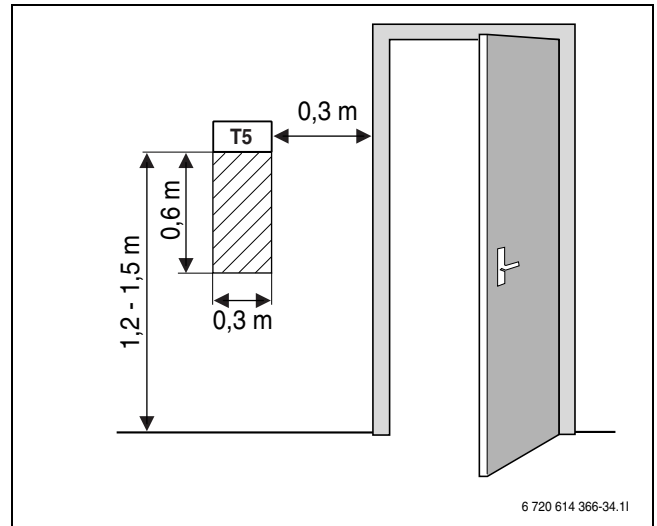

Bild 15 Empfohlener Montageort für CANbus-LCD-Raumtemperaturfühler
- Ungehinderte Zirkulation der Raumluft unter dem CANbus-LCD-Raumtemperaturfühler (schraffierte Fläche in Bild 15 freihalten).